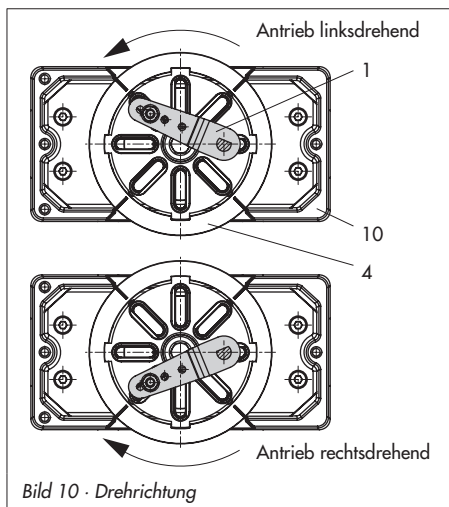

Bild 10 · Drehrichtung
1. Gehäuse (10) am Schwenkantrieb montieren. Bei VDI/VDE-Anbau ggf. die Distanzstücke (11) unterlegen.
2. **Bei SAMSON-Schwenkantrieb Typ 3278 und VETEC S160** den Adapter (5) am freien Wellenende des Schwenkantriebs verschrauben, **bei VETEC R** den Adapter (5.1) aufstecken.
**Bei Typ 3278, VETEC S160 und VETEC R** Adapter (3) aufstecken, **bei VDI/VDE-Ausführung** nur wenn für Antriebsgröße erforderlich.
4. Kupplung (4) auf die geschlitzte Antriebswelle bzw. den Adapter (3) aufstecken und mit Schraube (4.1) und Tellerfeder (4.2) festschrauben.
5. Am Hebel M (1) des Stellreglers den Standard-Abtaststift (2) herauserschrauben. Den Abtaststift ( $\varnothing 5$ ) aus dem Anbausatz an Stiftposition 90° verschrauben.
6. Ggf. Manometerhalter (7) mit Manometern oder bei erforderlichen Anschlussgewinde G  $\frac{1}{4}$  die Anschlussplatte (6) montieren, auf richtigen Sitz der beiden Dichtringe (6.1) achten. Bei doppelt wirkenden federlosen Schwenkantrieben wird ein Umkehrverstärker für den Anbau am Antrieb benötigt, siehe dazu Kapitel 4.5.
7. Stellungsregler auf das Gehäuse (10) setzen und festschrauben. Dabei den Hebel (1) so ausrichten, dass er unter Berücksichtigung der Drehrichtung des Antriebs mit seinem Abtaststift in den entsprechenden Schlitz eingreift (Bild 10).